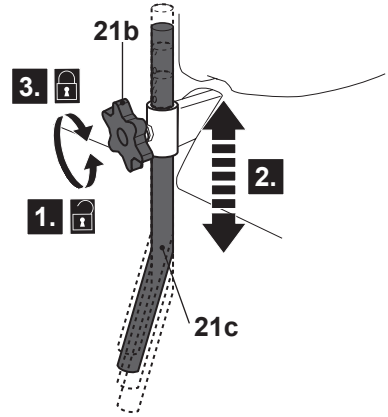

Fig. 11
- > Ajuste el patín (21) hasta la posición deseada (Fig. 11).